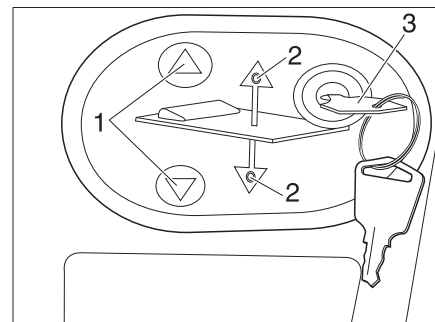

Fig. 156 Panel de mando de la cama elevada eléctrica
- Introducir la llave (Fig. 156,3) en el panel de mando.
- Pulsar y mantener pulsada la tecla  o  (Fig. 156,1). El LED correspondiente (Fig. 156,2) se enciende y la cama elevada se baja o se levanta.
- Cuando se alcanza la posición deseada, soltar la tecla  o  (Fig. 156,1). El LED correspondiente (Fig. 156,2) se apaga.
- Extraer la llave (Fig. 156,3).